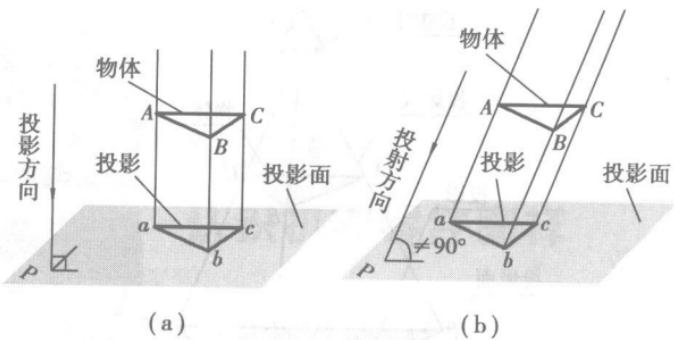

图 2.2 平行投影法
投影中心在无穷远处,投影线互相平行,这种方法得到的投影,叫平行投影法,如图 2.2 所示。
#### (1) 斜投影。如图 2.2(a)所示。
(2) 正投影。如图 2.2(b)所示。显然,正投影能真实地反映物体的形状和大小,并且,作图方便、准确,因此,正投影是机械制图的基本方法。在机械制图上,把投影叫视图。